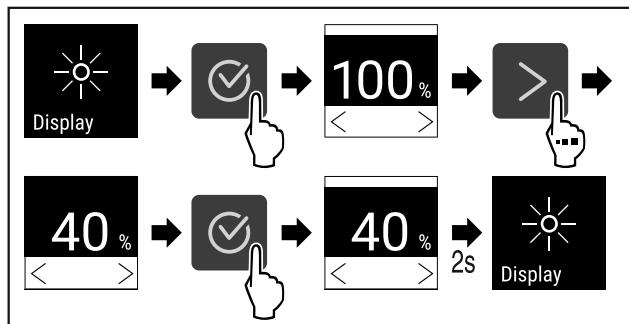

Fig. 78
- Провести етапи операцій (див. Fig. 78).